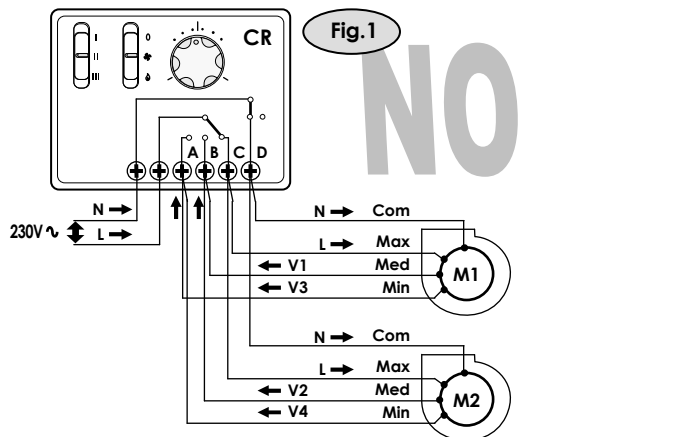

Fig.1
- Per spiegare il fenomeno, si riporta di seguito un esempio concreto (vedi fig.1):
- Supponiamo di alimentare con uno stesso pannello comando (CR) 2 motori a 3 velocità (M1 ed M2).
- Supposing to supply two 3-speed motors (M1 and M2) by one control panel (CR).